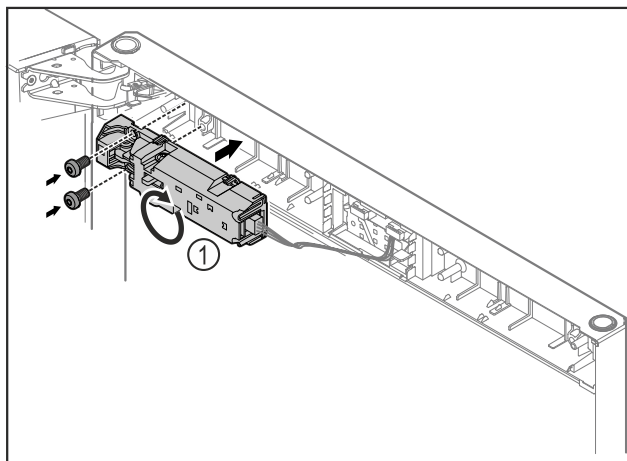

Fig. 13
- ▶ Keerake kauglukk Fig. 13 (1) 180° ja kinnitage vastasküljele.